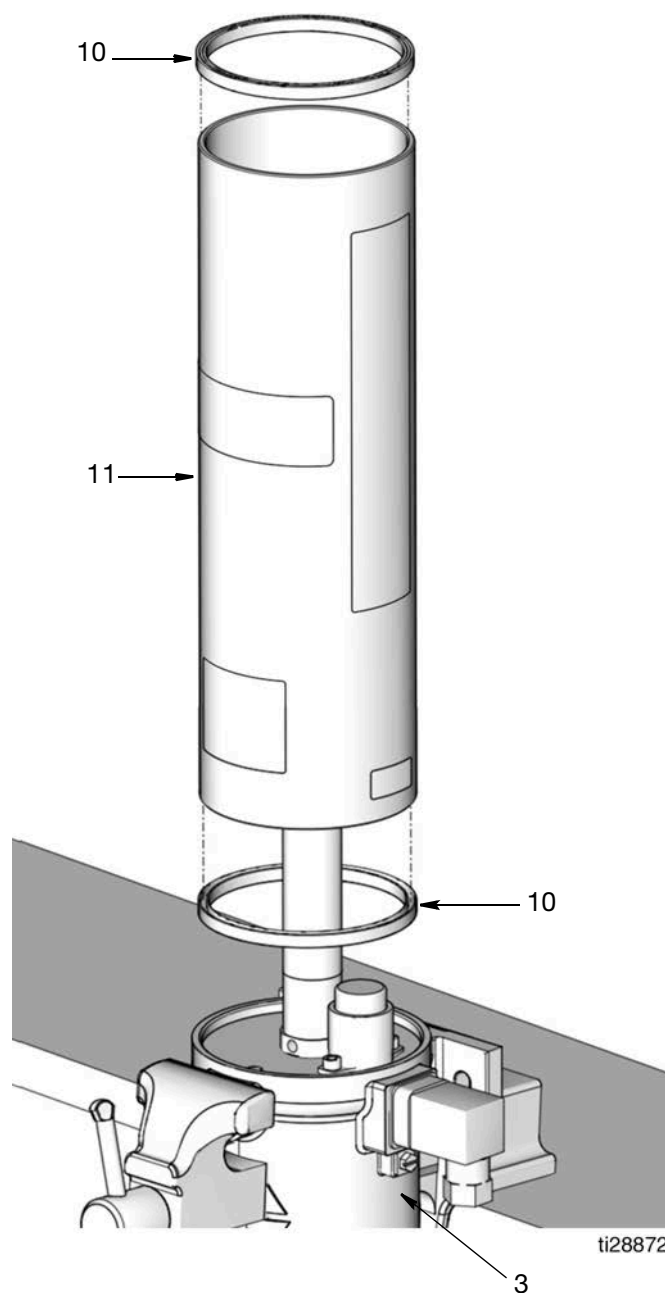

FIG. 40
19. Guarnizioni del serbatoio (10)
Installare le guarnizioni del serbatoio (10) nella parte superiore e inferiore del serbatoio (11) come mostrato in FIG. 40.
20. Installare il serbatoio (11) nel cilindro del motore pneumatico (3) (FIG. 40).
21. Installare il coperchio (18) sul serbatoio (11).